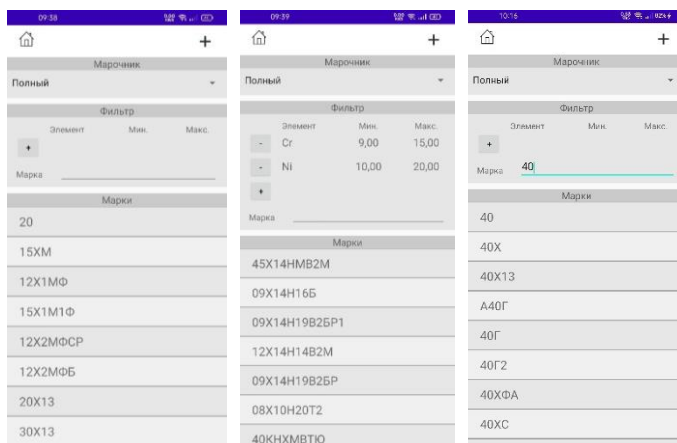

Рисунок 12 – Вид окна Марочник
- Область фильтра (Рисунок 12). Позволяет отобразить только марки, удовлетворяющие заданным критериям. Содержит элементы управления для фильтрации по составу и по имени (поле Марка).